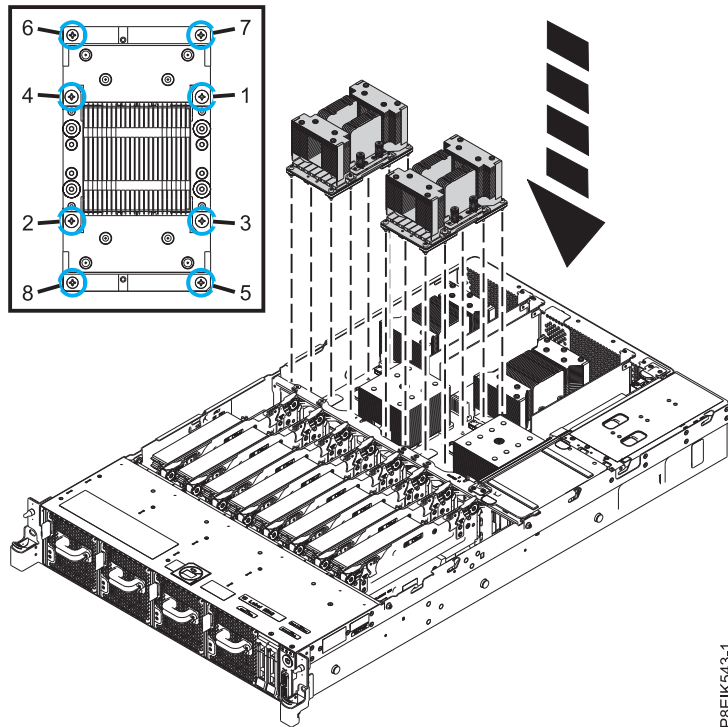

図 24. GPU およびヒート・シンクの GPU ソケットへの取り付け
5. 位置合わせピンがシステム・バックプレーンに収まるように、GPU とヒート・シンクを慎重に位置合わせします。空気の流れを示すヒート・シンクの矢印が、シャーシの背面の方向を指していることを確認してください。GPU をシステム・バックプレーンに挿入します。23 ページの図 24を参照してください。
6. GPU をシステム・バックプレーンに固定します。 #2 プラス・ドライバーを使用してください。図 24 に示されている順序で、ねじを締めます。内側の 4 本のねじから始めます。示されている順序で、内側の 4 本のねじを半分まで回し入れます。4 本のねじすべてを回し入れたら、完全に締めます。次に、示されている順序で、外側の 4 本のねじを締めます。